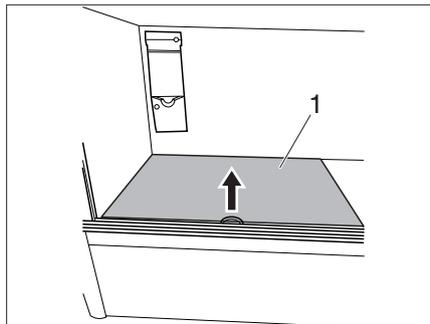

Bild 49 Zwischenboden
- ▶ Zwischenboden (Bild 49,1) entfernen.